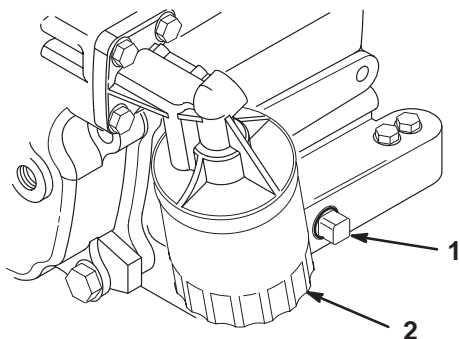

Figure 20
5. Enlevez le bouchon de vidange (Fig. 20) et laissez l'huile s'écouler dans un bac de vidange. Quand toute l'huile s'est écoulée, remplacez le bouchon de vidange.
2. Déposez le filtre à huile existant (Fig. 20). Appliquez une fine couche d'huile propre sur le joint du filtre de rechange.